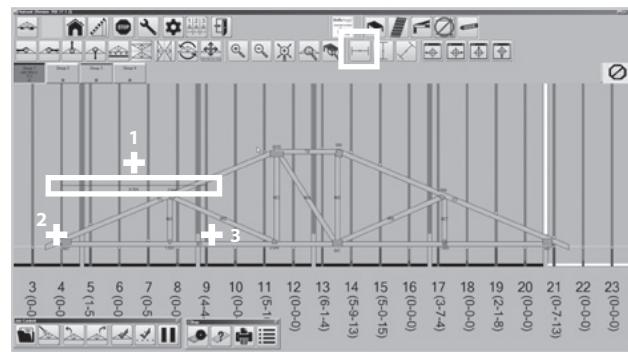

Figure 46
3.8.1. Dimension horizontale (Figure 46):